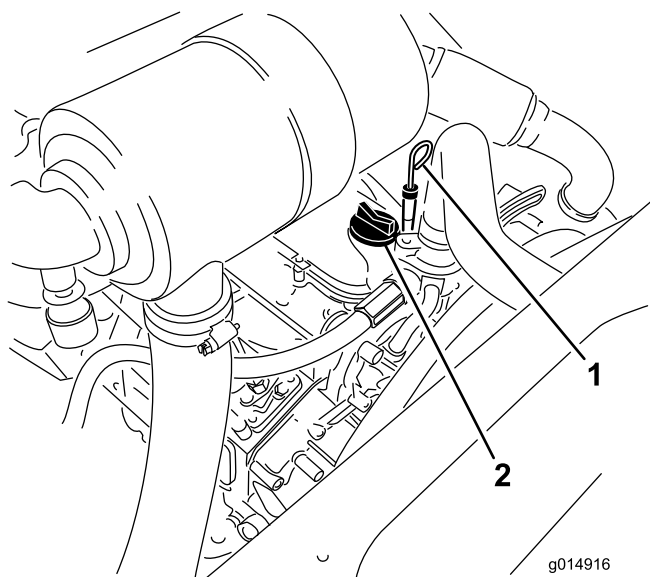

Figure 44
3. Retirez la jauge, essuyez-la sur un chiffon et remettez-la en place (Figure 44).
5. Si le niveau n'atteint pas le repère maximum, enlevez le bouchon de remplissage (Figure 44) et faites l'appoint jusqu'à ce que le niveau correct soit atteint.